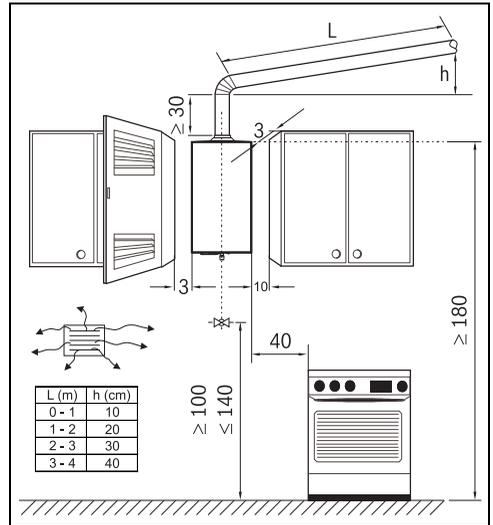

Fig. 16 Separaciones mínimas (en cm)
- ▶ Asegurar la accesibilidad en los trabajos de mantenimiento respetando las separaciones mínimas indicadas en la Fig. 16.
- ▶ Garantizar un buen acceso para realizar los trabajos de mantenimiento respetando siempre las distancias mínimas indicadas en la Fig. 16.